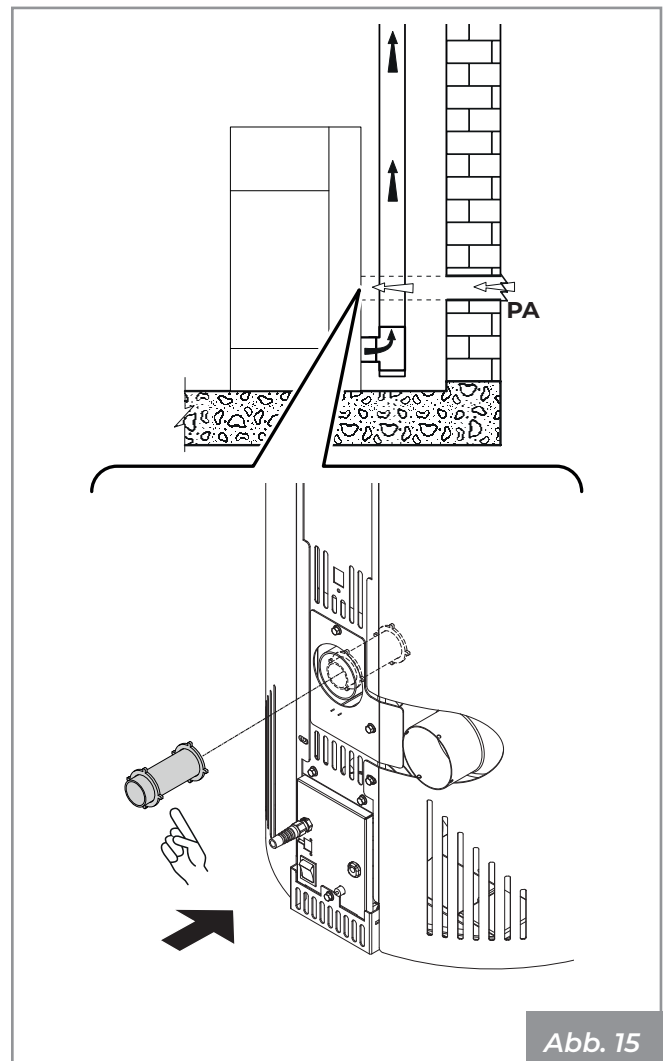

Abb. 15
- aus der Installationsumgebung oder aus geeigneten Nebenräumen kommend (**Abb. 15**)
Den Lufteinlass an der Wand vornehmen (**Abb. 15 - PA** = Lufteinlass), und lassen Sie das Gerät frei, um Luft in den Raum anzusaugen. Um Resonanzeffekte zu vermeiden, schließen Sie bitte das mitgelieferte Rohrstück an den Luftzufuhranschluss an.